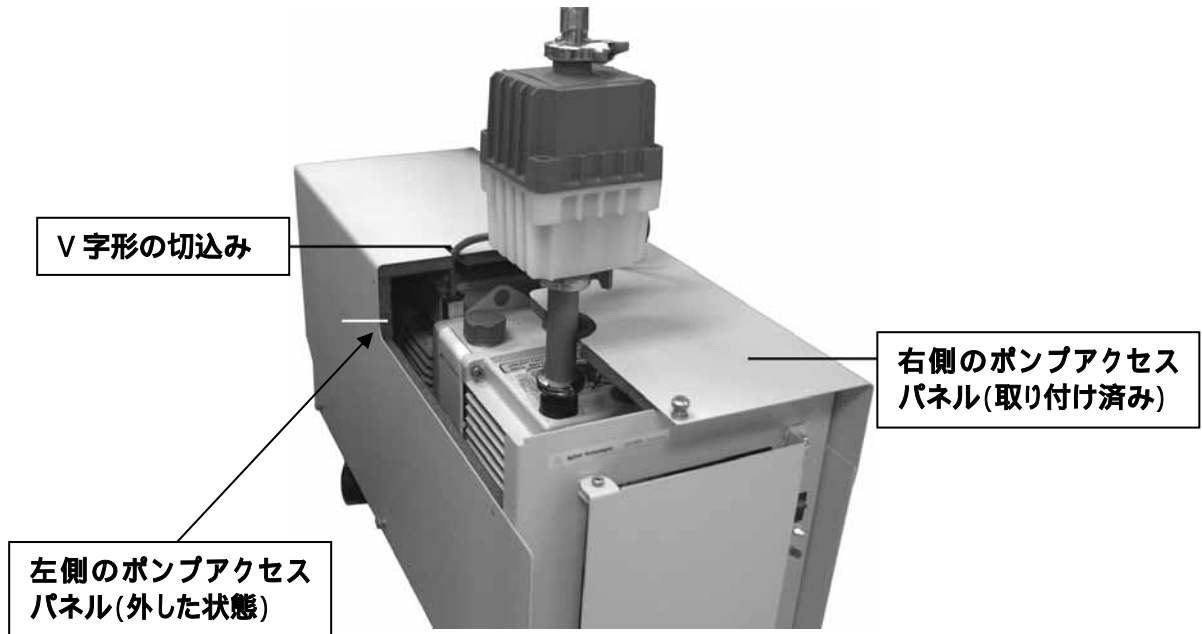

図7 ポンプアクセスパネルの取り付け
2. ミストフィルタのドレインをボックスカバーのV字形の切込みに合わせます、そして、ポンプアクセスパネルをセットします。上部と側面のつまみねじを締め込みます。 図7を参照してください。